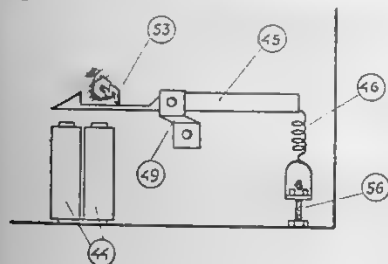
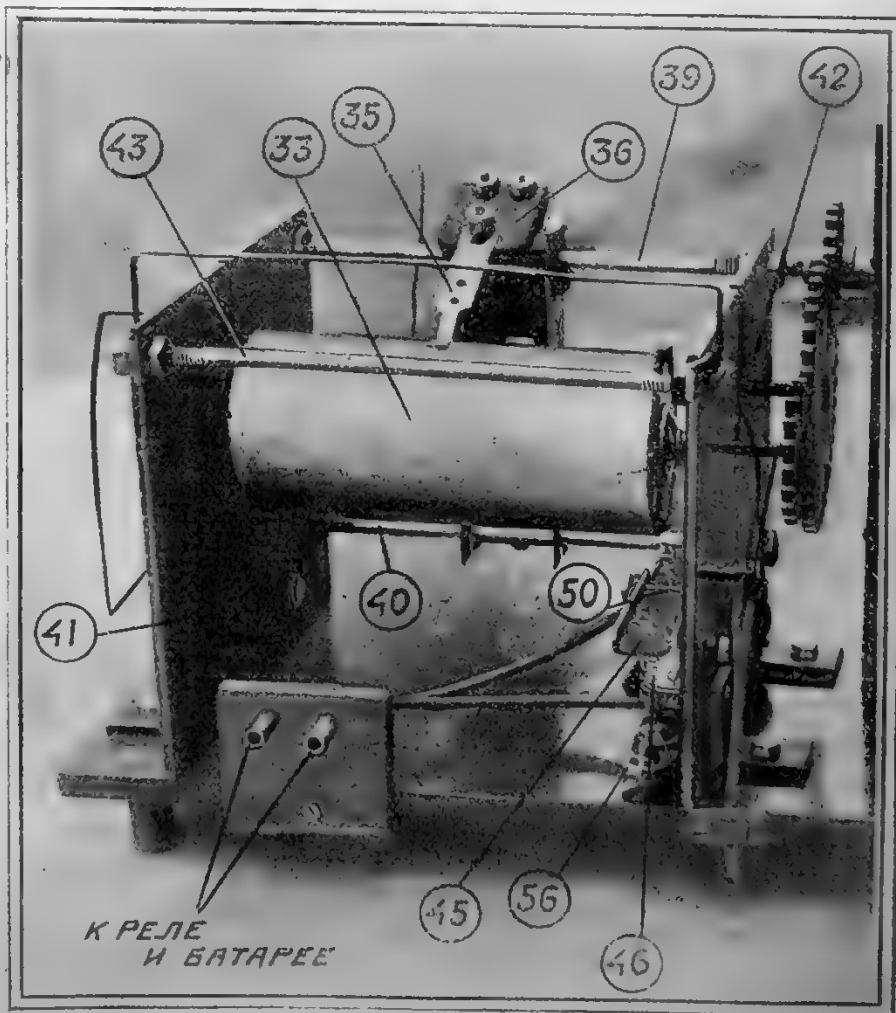

Рис. 19. Синхронизатор.
Рис. 22. Монтаж «пишущей части» приемника.
ки 39 и 40, для крепления основных плашек между собой. На рис. 22 и 24 видны также губчики, при помощи которых напла установка соединена с движущим механизмом, который заключен в ящик, видимый на рис. 24, слева 44 — это магниты синхронизатора, а 45 — рычажок с зубом. Этот рычажок при неработающих магнитах оттягивается пружиной 46.
Основные планки, которые представляют собой пластинки из 2—3-мм железа, служат опорой всей установки. Они крепятся к нижней доске при помощи угольников (см. рис. 22 и 24), которые прикладываются или привинчиваются к крепким болтиками к основным планкам (отверстие А). Разметка основных планок дана на рис. 14. Лучше всего рассверливать обе планки, зажав их вместе в тиски; таким образом, дости-
Отдельные части синхронизатора изображены на рис. 19. Рычаг синхронизатора (45) монтируется к основной планке при помощи угольника 49. К зубу синхронизатора 51 припаивается утолщающая зуб напильника, подобно зубу на валике (ширина зуба не меньше 2 — 3 мм), как это видно на рис. 22 и 24. Сам рычажок нужно сделать из миллиметрового, хорошо отожженного железа. В качестве электромагнитов 44 можно воспользоваться звонковыми. Их можно сделать и самому по размерам, указанным на чертеже. На обмотку нужен провод 0,3 мм.
ли 46 возможность оттягивать рычажок 45 (см. рис. 22) слишком далеко от магнитов 44.
пор укрепляется в отверстии 52. Величина хода рычага регулируется поворачиванием этого стопора (рис. 19).
Для регулировки натяжения пружинки 46 служит болтик 56. В качестве этого болтика годится обыкновенный кованый. Этот болтик при помощи гаек и приличивают к нижней доске таким образом, чтобы пружинка 46 шла бы от отверстия в рычаге 45, помеченного цифрой 56, к болтику совершенно вертикально (см. рис. 19 и 22). К шайбе, которая берется такой величины, чтобы края ее выдавались за гайку, навинчивают поверх нее, припаивается полукольцо, к которому и прикрепляется пружинка 46 своим нижним концом. Совершенно очевидно, что при помощи верхней гайки можно регулировать натяжение пружинки 46.